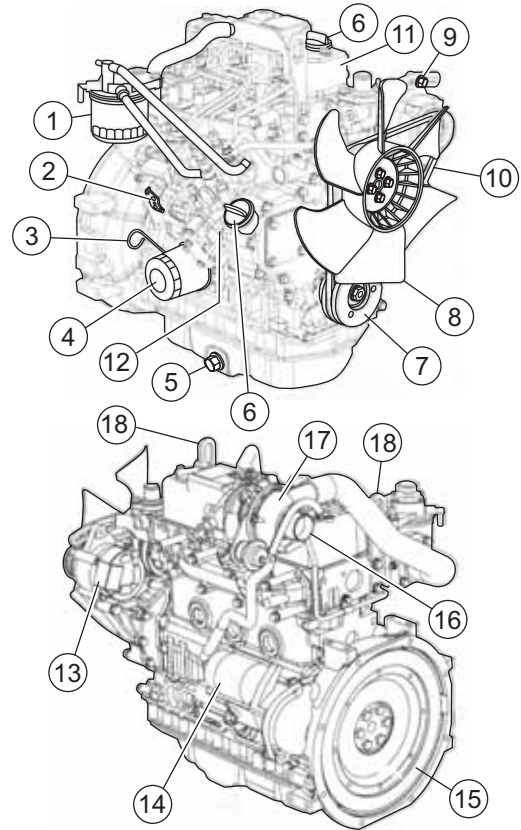

Figure 22. Points de maintenance du moteur
2. Retirez le bouchon de l'orifice de remplissage (Figure 22, article 6), puis remplissez le carter d'huile avec le type d'huile recommandé (Tableau 4). Remplissez jusqu'au repère supérieur de la jauge.